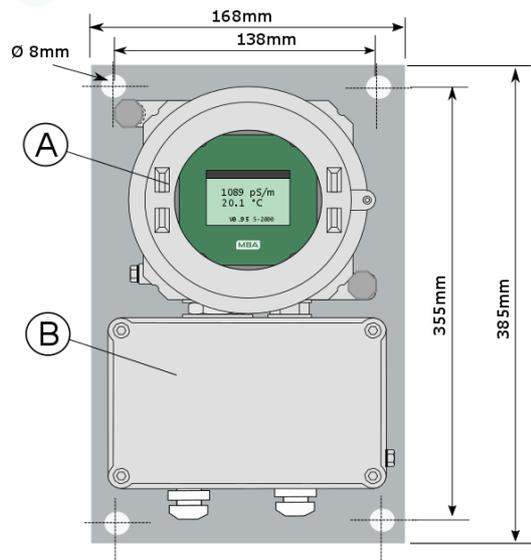

Abbildung 7
- Für die Befestigung sind 4 Stück Durchgangslöcher an der Montageplatte vorgesehen (siehe Abbildung 7).